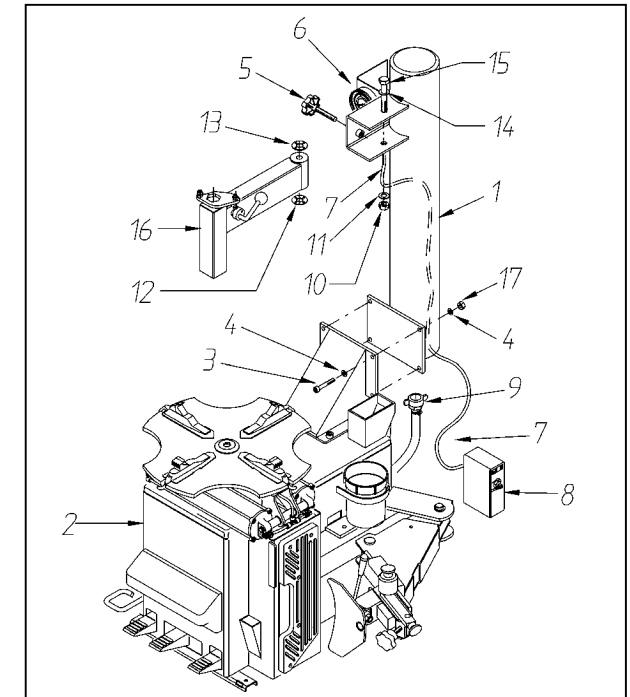

Fig. 4
B. Assemble the adjustment knob (#5 Fig.4) to the tower.
C. Bolt the column (#1 Fig.4) to the cabinet #2 with the four screws #3, washers #4 and nut #17.
D. Firmly tighten the clamp #9 Fig.4.
E. Assemble the inflation gauge (#6 Fig.4) to the tower.
F. Attach the air hose (#7 Fig.4) to the inflation gauge.
G. Attach the air hoses (#7 Fig. 4) from the inflation gauge to the air control inflation device (#8 Fig.4).
THE WASHERS #12, #13 (Fig.4) MUST BE PROPERLY IN PLACE.
K. Check the swing arm (#16 Fig.4). If it is too tight, just release nut #10, release the screw slightly #15 and tighten the nut #10 again. Repeat the check.
B. Assembler la poignée de réglage (#5 Fig.4) à la potence.
C. Assembler la potence (#1 Fig.4) sur le bâti #2 avec les 4 vis #3, les rondelles #4 et l'écrou #17. Les vis doivent être bien serrées.
D. Serrer la griffe #9 Fig.4
E. Assembler le manomètre de gonflage (#6 Fig.4) à la potence.
F. Fixer le tuyau de l'air (#7 Fig.4) au manomètre de gonflage.
G. Fixer les tuyaux de l'air (#7 Fig. 4) de le manomètre de gonflage au dispositif de commande du gonflage (#8 Fig. 4).
H. Monter le bras déporté #16 (Fig.4) sur la potence #1 avec la vis #15 et les rondelles #12, #13 et #14. Serrer bien la vis #15. Serrer l'écrou #10 et la rondelle #11.
LES RONDELLES #12 ET #13 (FIG.4) DOIVENT ÊTRE MISES EN PLACE CORRECTEMENT.